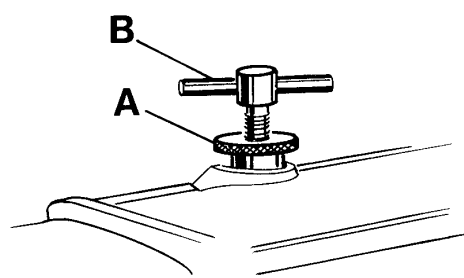

Fig. 21
Rotate handwheel until the lower feed dog is below the throat plate. Loosen knurled nut (A, Fig. 21) and turn out T-screw (B) until it does not exert any pressure on the leaf springs. In this position, the pressure exerted on the presser foot should be so strong that the presser foot bottom rest squarely on the throat plate.
Gire el volante hasta que el transporte inferior se encuentre debajo de la plancha de la aguja. Afloje la tuerca (A, Fig. 21) y afloje el tornillo (B) hasta que no haga más presión contra los muelles. En esta posición la presión al pie prensa-tela debería ser tal que la planta del pie prensa-tela y la parte delantera de la lengüeta del pie prensa-tela se apoyen plano en la plancha de la aguja.
Now turn in T-screw (B, Fig. 21) until the necessary presser foot pressure for proper feeding is exerted (determine by sewing tests). Secure this setting with the knurled nut (A) which simultaneously fastens the upper arm cover. Remount the face cover and the finger guard.
Ahora apriete el tornillo (B, Fig. 21) hasta que haya suficiente presión al pie prensatela para el transporte de la tela (compruebe con ensayos de costura). Asegure esta posición con la tuerca (A), con la cual se fija simultáneamente la tapa superior en el brazo de la máquina. Coloque otra vez la tapa lateral en el brazo y el protector de los dedos.